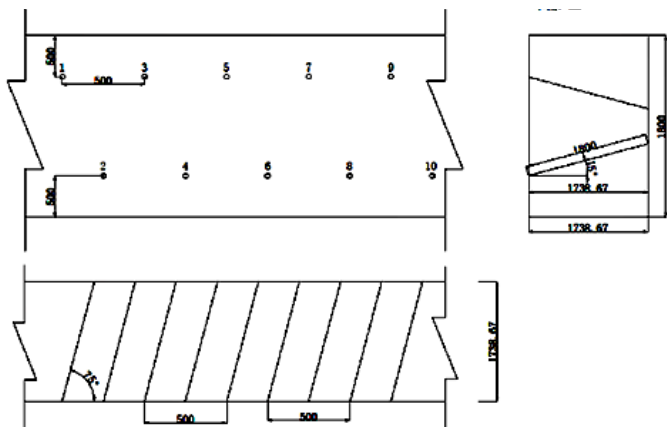

图 1 2203 综采工作面炮眼布置三视图（单位：mm）
①炮眼孔径：炮眼采用凿岩机施工，孔径为 42mm；②炮眼深度：根据松动爆破效果与工作面推进度要求，结合以往经验，炮眼深度确定为 1.8m；③炮眼布置：炮眼采用三花眼布置（上眼距断层上沿 0.5m，下眼距断层下沿 0.5m），眼距 0.5m，水平角度 $\pm 15^{\circ}$ ，水平角度 75° ，炮眼布置图见图 1；④装药量：每孔装药 300g，具体参数见表 2。